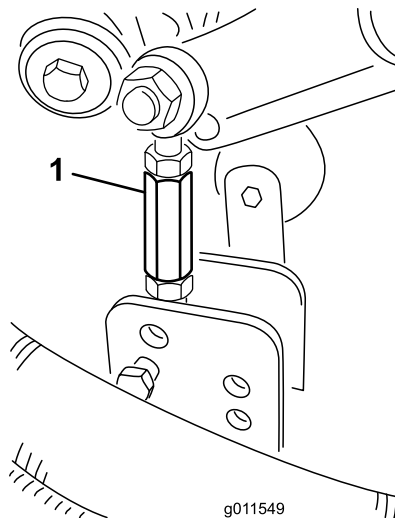

Bild 25
- Entfernen Sie die Splints und Lastösenbolzen, mit denen die Stoßdämpferlenker an den Mähwerkhalterungen befestigt sind (Bild 25).